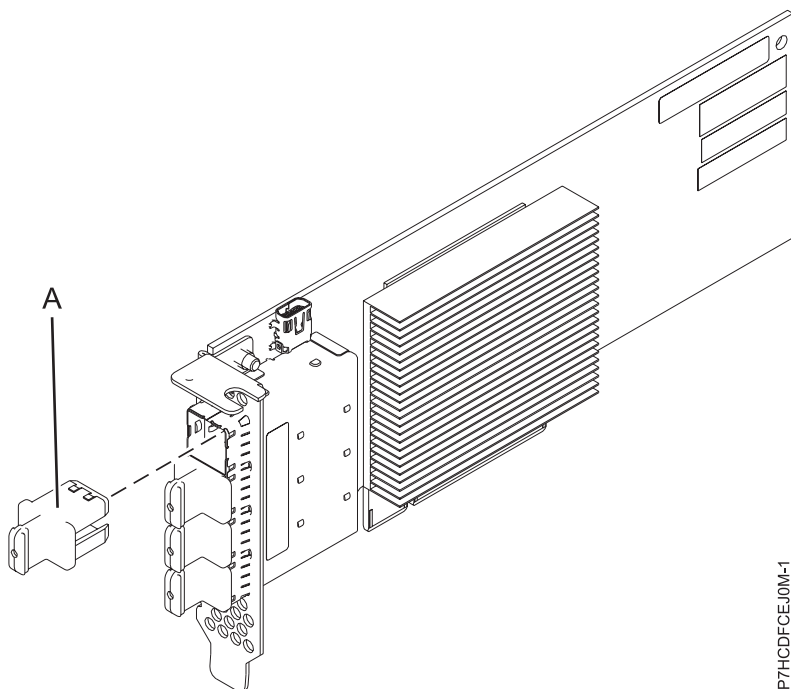

Figura 29. Adaptador de porta PCIe3 LP 4 x8 SAS
O Adaptador de porta PCIe3 LP 4 x8 SAS é um adaptador PCI Express (PCIe), generation 3 e RAID SAS é um adaptador low profile e fator de forma curto. O adaptador é usado em aplicativos serial attached SCSI (SAS) de alto desempenho e alta densidade. Ele suporta a conexão de DVD SAS ou fita SAS usando quatro mini conectores SAS x4 de alta densidade (HD) que permitem que os links físicos sejam usados em várias configurações de portas estreitas e amplas. A conexão de fita SAS é suportada somente em uma configuração de adaptador único e não pode ser combinada com o disco SAS no mesmo adaptador. O adaptador não possui cache de gravação. Figura 29 na página 88 mostra o Adaptador de porta PCIe3 LP 4 x8 SAS.
O Figura 29 na página 88 mostra o adaptador. O plugue do conector (A) está instalado em uma porta vazia e evita danos a essa porta sempre que um cabo para os conectores de porta adjacente é plugado ou removido.